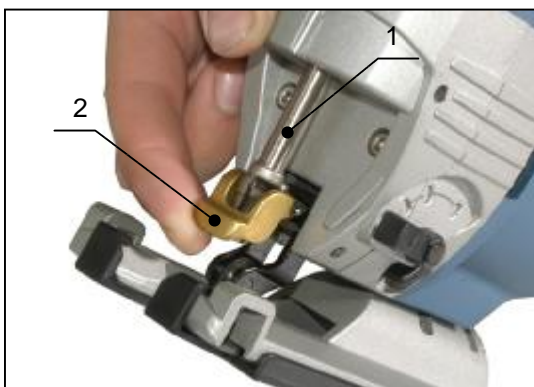

Рис.2
2. Для удобства установки опустите шток (поз.1, рис.2) держателя режущего инструмента в нижнее положение.
3. Поднимите фиксатор (поз.2, рис.2) держателя режущего инструмента так, чтобы он оказался в верхнем положении.